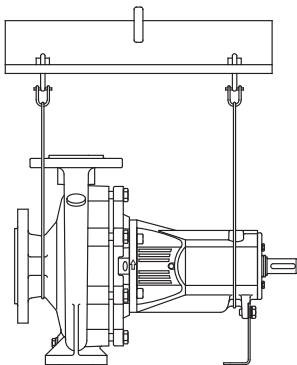
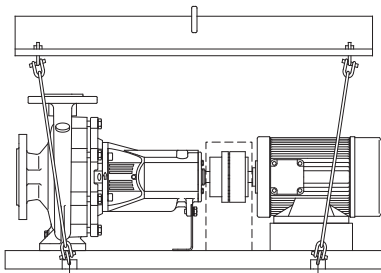

Fig. 1: Transporte de la bomba
Fig. 2: Transporte del grupo completo
- Para evitar deformaciones, levante la bomba conforme a (Fig. 1) o (Fig. 2). Las asas de suspensión fijadas a la bomba o al motor no deben utilizarse para levantar el grupo. Sirven únicamente para transportar los distintos componentes durante el montaje y el desmontaje.